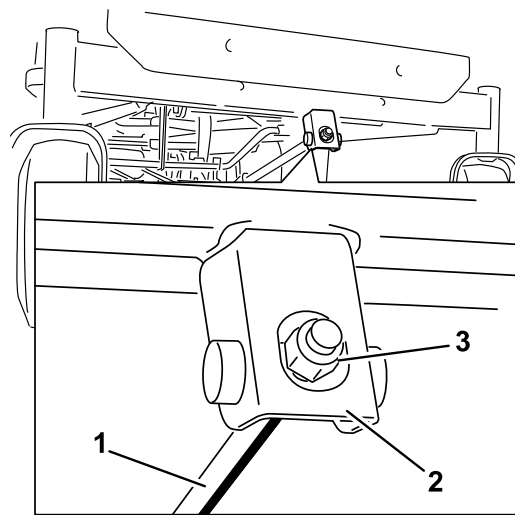

Figura 52
- 6. Para ajustar la inclinación longitudinal, gire la tuerca de ajuste de la parte delantera del cortacésped (Figura 52).